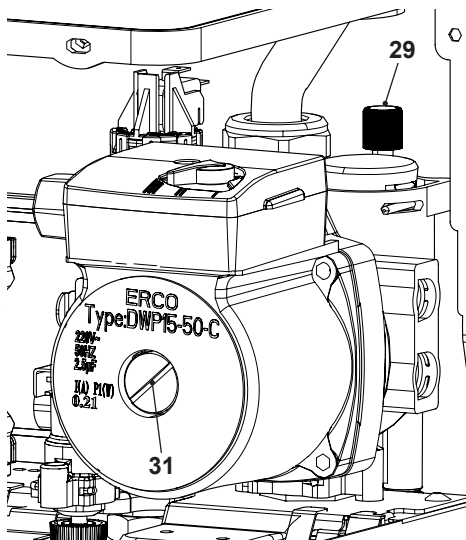

Рисунок 6.3
- Відкрутіть кришку автоматичного випускного клапана 29 на Рисунок 6.3.
- Зніміть кришку 31 на рис. 6.3 і вивільніть насос, повернувши робоче колесо за допомогою викрутки.